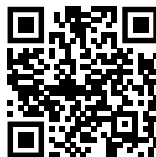

Fig. 109
- ▶ Atverkite Liebherr SmartMonitoring Dashboard. (žr. Fig. 109)